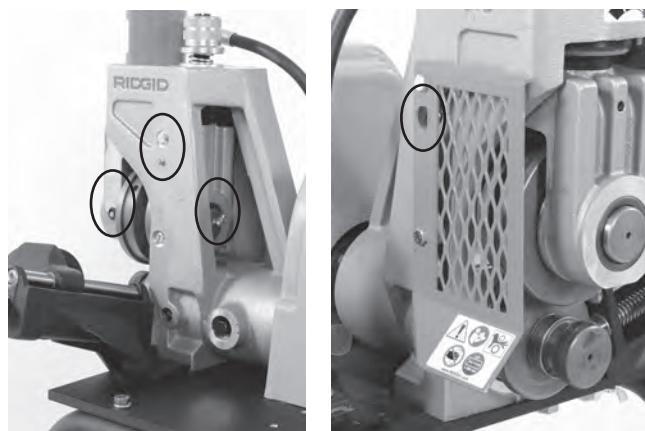

Figure 18 – Graisseurs
- Garez les graisseurs indiqués à la *Figure 18* jusqu'à la sortie d'une petite quantité de graisse.